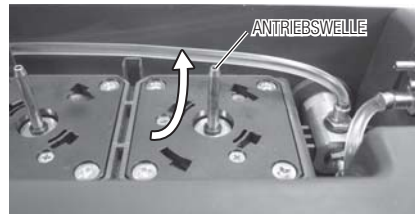

Abb.37
- Wischen Sie Schmutz und Flüssigkeit von unten nach oben von der Antriebswelle (Abb. 37).